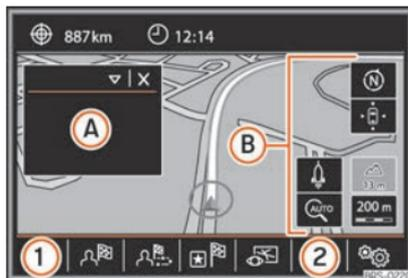

Fig. 224 Menu principal de Navegação.
- Vista** Modificar a representação do mapa ou ativar ou desativar a janela adicional »»» Fig. 224 **A** »»» Página 235.